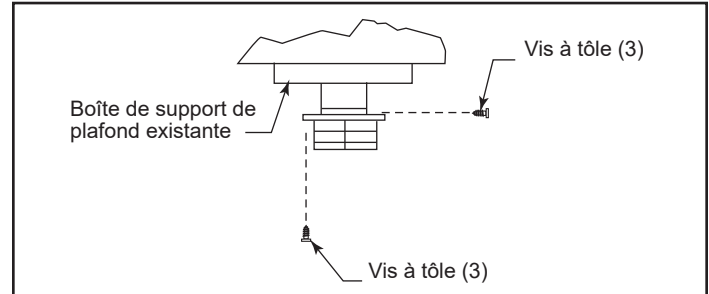

Figure 3.48
5. Tirez le tuyau flexible vers le bas à travers la boîte de support du plafond jusqu'à ce qu'il dépasse d'environ 76 mm (3 po). Connectez le tuyau flexible au rétroconnecteur en le glissant dans le manchon de diamètre de 121 mm (4-3/4 po) situé sur le dessus du connecteur. Utilisez trois (3) vis à tôle pour assembler ces deux pièces.
6. Poussez le tuyau flexible dans la boîte de support de plafond, centrez le rétroconnecteur, et fixez-le à la boîte de support ou au manchon décoratif pour tuyau à double paroi plein, au moyen des vis à tôle fournies. Les trous du rétroconnecteur sont préperforés (figure 3.48).